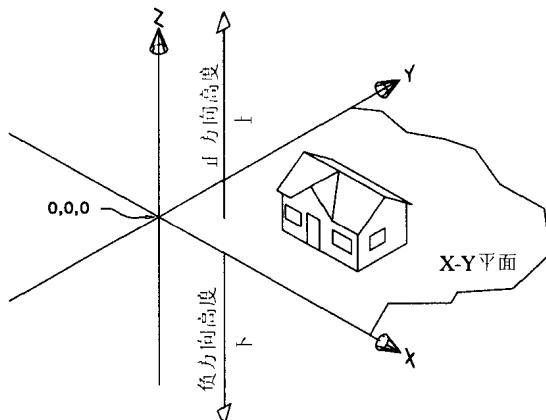

图1.3
- 人们一般认为X-Y平面是一个水平面，因此多数三维模型也建立在X-Y平面基础上。例如，三维房屋模型的地板通常绘制在X-Y平面上，或者与X-Y平面平行，见图1.3。